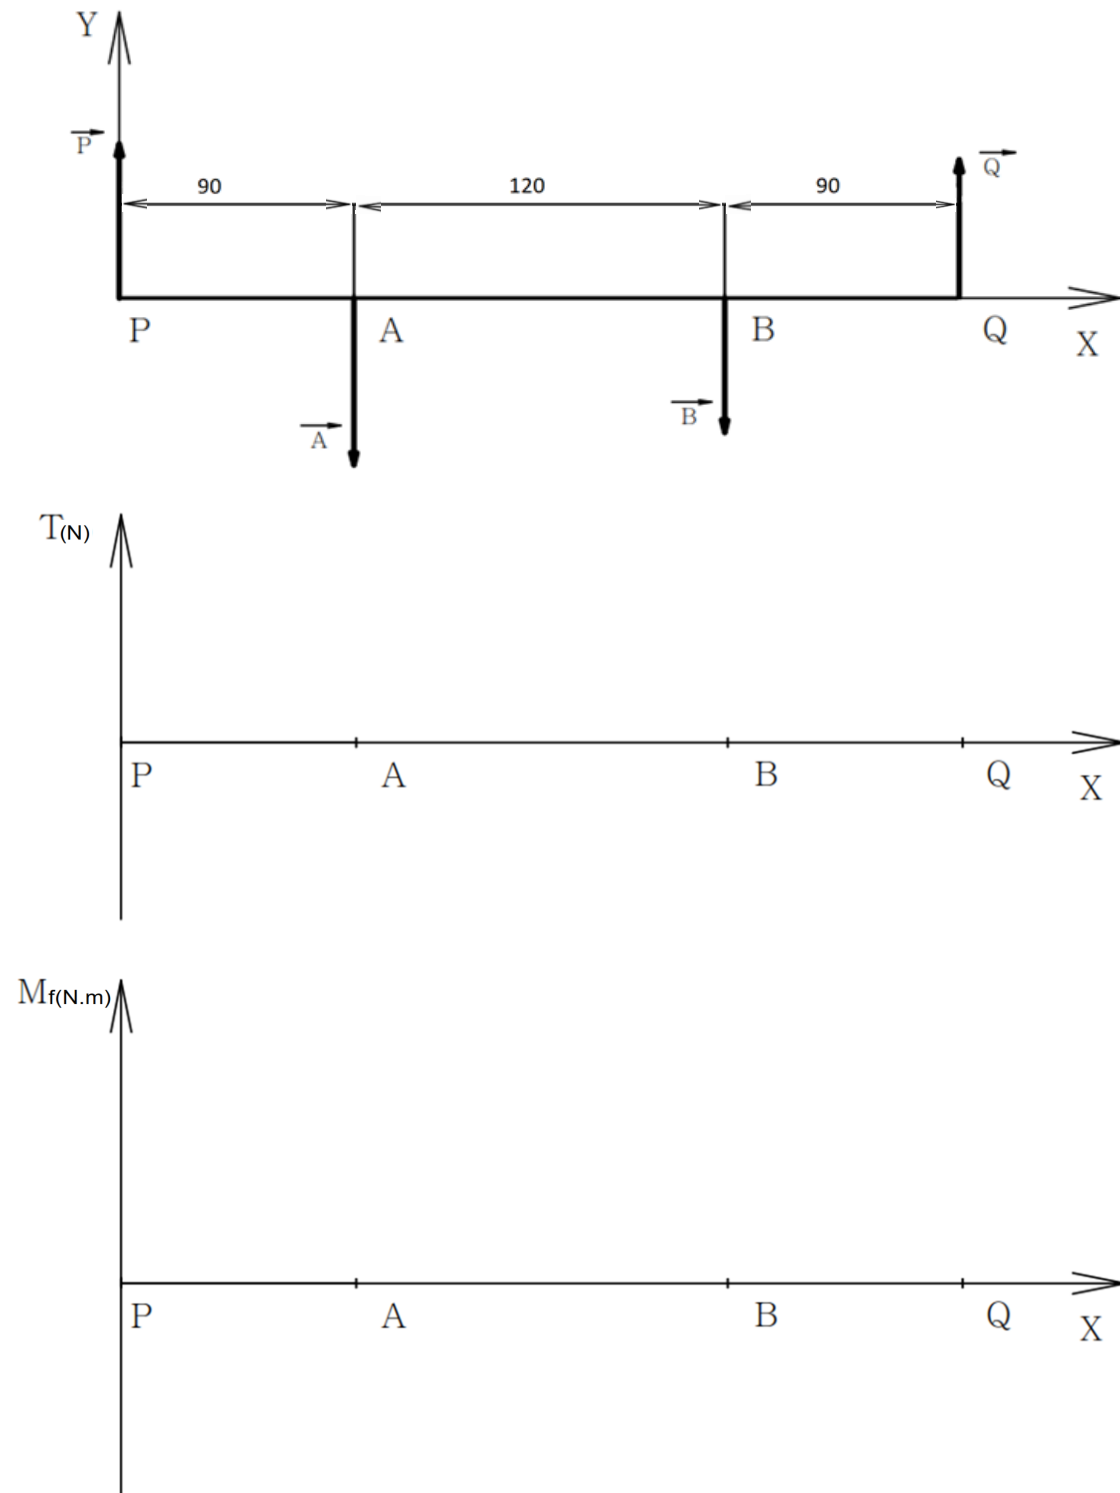

Figure 7
4.2. Déterminer les équations et tracer les graphes des efforts tranchants **T** et des moments fléchissant **M_f** (figure 7).